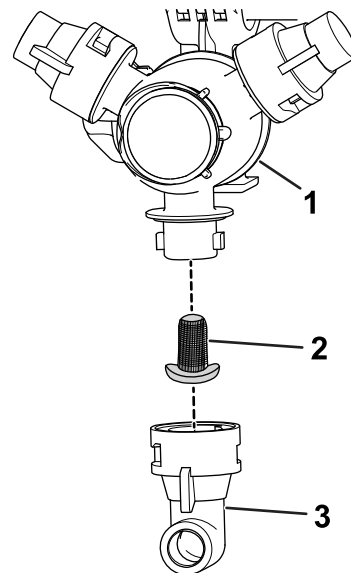

Figura 32
2. Retire o bico da cabeça de pulverização (Figura 32).
3. Retire o filtro do bico (Figura 32).
5. Instale o filtro do bico (Figura 32).
6. Instale o bico na cabeça de pulverização (Figura 32).